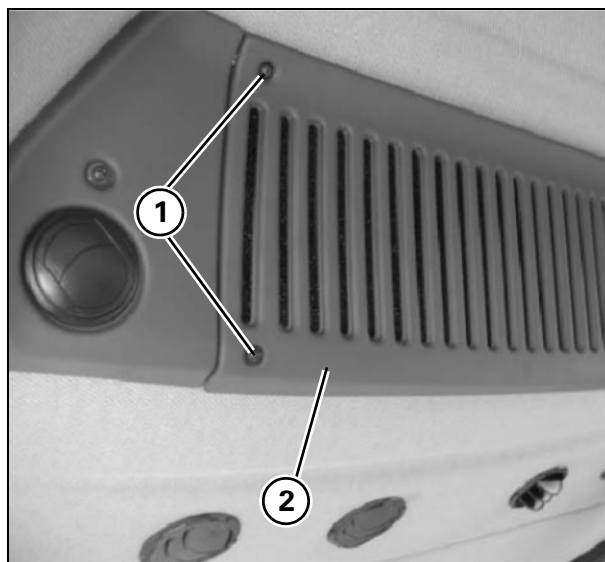
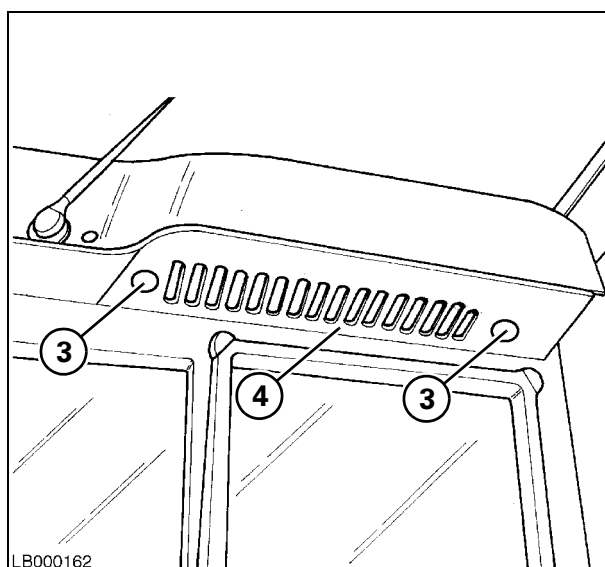

Рис. 27
Рис. 28
**21.) Воздушные фильтры кабины -** Рис. 27 и Рис. 28